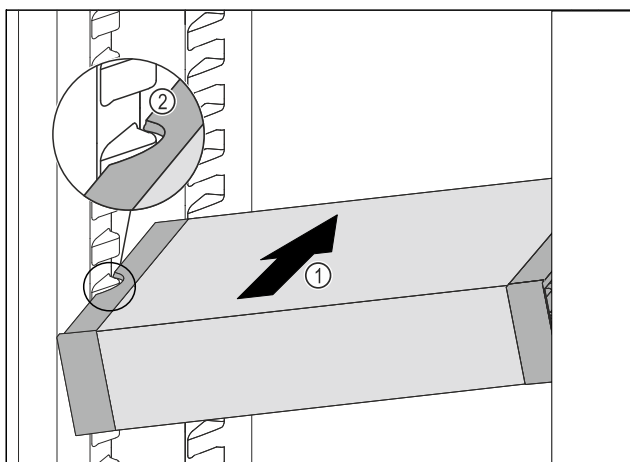

Fig. 117
- Zasuňte VarioSafe do chladničky pod úhlem tak Fig. 117 (1), aby vybrání na bocích Fig. 117 (2) VarioSafe byla na úrovni žebrování na nádoby v chladničce.